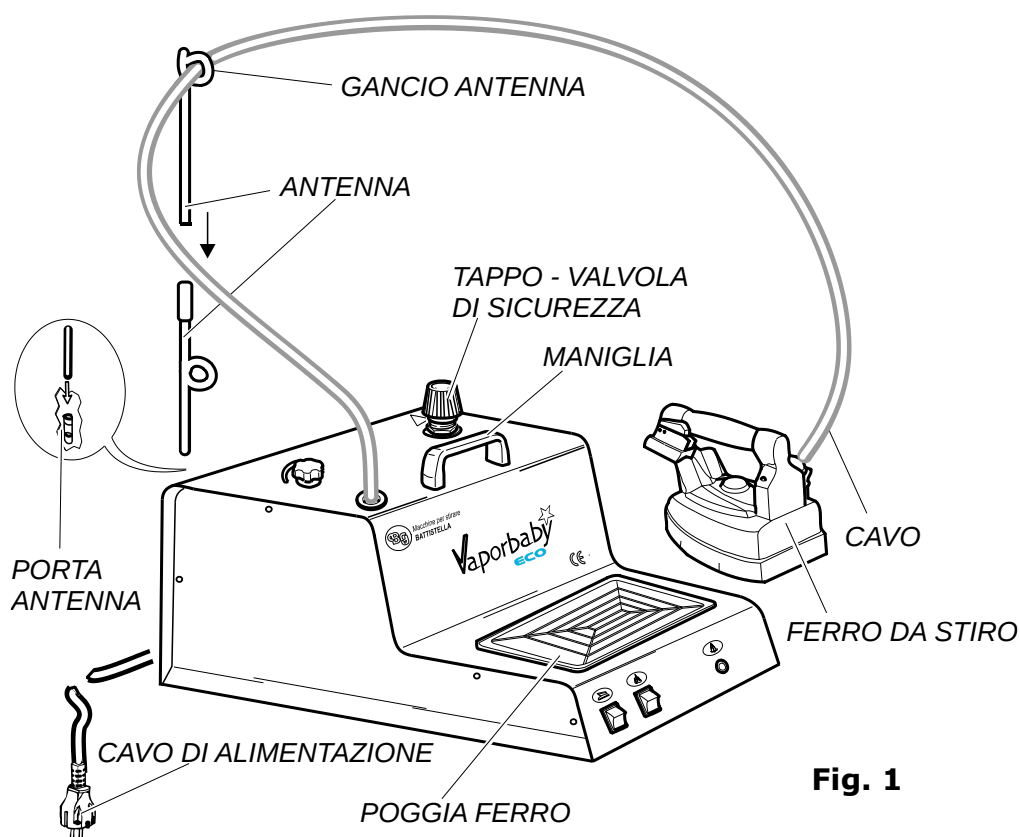
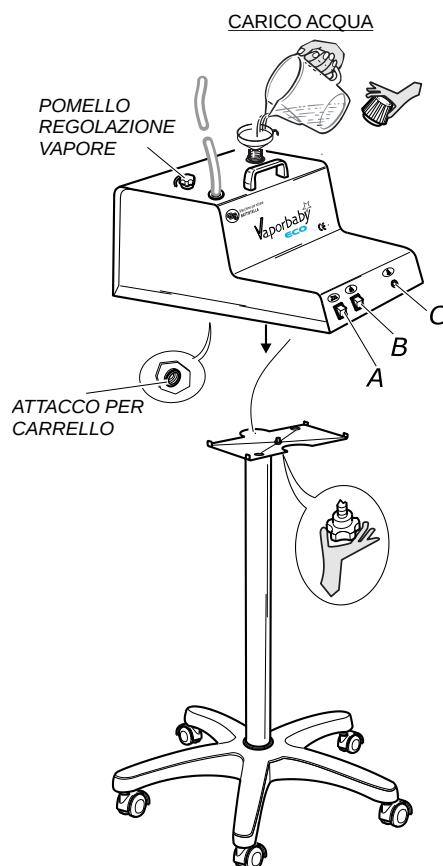
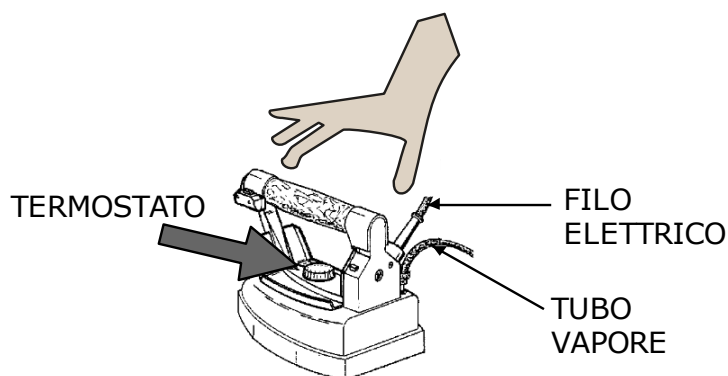
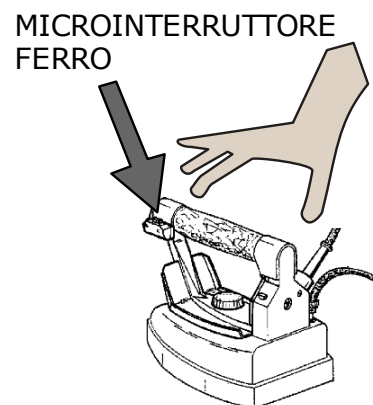

Fig. 1
Fig. 2
Fig. 3
Fig. 4
Prima dell'arrivo del VAPORBABY ECO INOX è necessario che il cliente prepari, vicino al posto in cui verrà installato una presa di corrente protetta e adeguata alla potenza del VAPORBABY ECO INOX (si consiglia un interruttore magnetotermico differenziale da 16 A e Id 30 mA). Per il trasporto e la movimentazione del VAPORBABY ECO INOX servirsi esclusivamente dell'apposita maniglia. Mai tirare i cavi elettrici (fig. 1).
2. Estrarre il VAPORBABY ECO INOX dalla scatola, montare l'antenna e inserirla nell'apposito porta antenna situato sul retro del VAPORBABY ECO INOX (fig. 1), avendo l'avvertenza di inserirla bene fino in fondo.
4. Posare il ferro sul poggia ferro in gomma in dotazione (fig. 1).
5. Per il VAPORBABY ECO INOX dotato di carrello: avvitare il pomello del carrello sull'apposito attacco presente sotto la base del VAPORBABY ECO INOX (fig. 2).
1. Svitare il tappo valvola dal VAPORBABY ECO INOX (fig. 1), riempire d'acqua la caldaia (fig. 2) prestando attenzione che non trabocchi. Si consiglia di riempire la caldaia servendosi di un imbuto. Riavvitare il tappo prendendolo per la parte in plastica con l'avvertenza di non serrarlo troppo altrimenti si rovina la guarnizione (vedi capitolo 7).
3. Accendere l'interruttore della caldaia (fig. 2 B), l'interruttore del ferro (fig. 2 A) e portare il termostato del ferro da stiro (fig. 3) sulla posizione "cotone".
4. Attendere che la spia caldaia si spenga (fig. 2 C). A questo punto sollevare il ferro da stiro per il manico in sughero e premere il microinterruttore del ferro (fig. 4) per 4-5 volte, facendo uscire il vapore. Bisogna inoltre accertarsi che il vapore sia ben saturo (premendo il microinterruttore con il ferro da stiro rivolto verso il pavimento). E' possibile inoltre regolare la quantità di vapore desiderata tramite il pomello regolazione vapore (fig. 2). A operazione eseguita, il ferro da stiro è pronto per stirare. Durante lo stiro la spia caldaia si accende e si spegne in continuazione, segno di normale funzionamento (fig. 2 C).
11. **Non bisogna mai sostituire il tappo valvola (fig. 1) con tappi di altro genere. N.B.: il tappo valvola è tarato a 4,5 bar ed inoltre ha la funzione di valvola di sicurezza.**
1. Passare il ferro da stiro sui capi da stirare, premendo ad intervalli il microinterruttore del ferro (fig. 4) per far uscire il vapore.
4. Per la stiratura a secco si può regolare il termostato (fig. 3) sulle varie posizioni, a seconda del tipo di tessuto che si vuole stirare (fare riferimento quindi alle indicazioni apposte sui capi). Per lo stiro a vapore si deve regolare il termostato sulla posizione "cotone" o "lino" (**N.B.:** solo per ferri Tulipano il termostato deve essere posizionato su fine "lana" - inizio "cotone").
5. Quando il VAPORBABY ECO INOX viene utilizzato abbinato ad un tavolo da stiro non aspirante è possibile che sorgano delle macchie d'acqua sul tavolo, in questo caso diminuire il flusso di vapore del ferro tramite il pomello di regolazione vapore (fig. 2). Si consiglia perciò di abbinare l'apparecchio ad un tavolo aspirante e riscaldato.
Rifornire quindi d'acqua la caldaia (fig. 2) in base alla necessità evitando il trabocco (vedi capitolo 4 punto 1). Riavvitare il tappo valvola, reinserire la spina nella presa di corrente e attendere finché non si spegne la spia caldaia (fig. 2 C). Il ferro è nuovamente pronto per stirare.
3. il tubo vapore e il filo del ferro da stiro ogni qualvolta risultino danneggiati (fig. 3);
6. quando il ferro si surriscalda o perde acqua (fig. 3);
7. quando si lava o si pulisce il ferro da stiro con l'acqua (fig. 3);